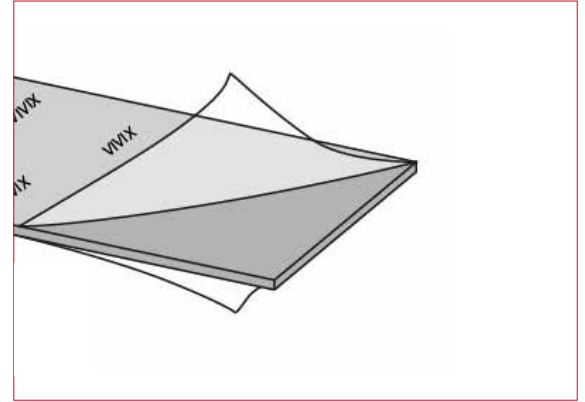

fig. 5 – Ta bort transportfilmen på båda sidorna
- Den avtagbara transportfilmen bör tas bort från båda sidor innan installation (se fig. 5)